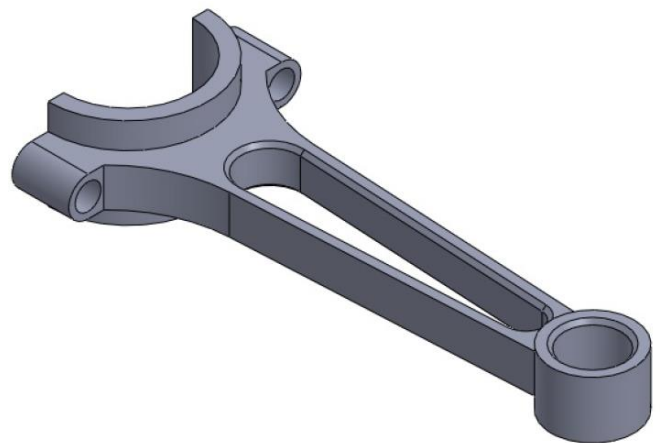

Рисунок 5.54 – Фінальна модель для
- з) Додайте фаски (див. рис. 5.54).